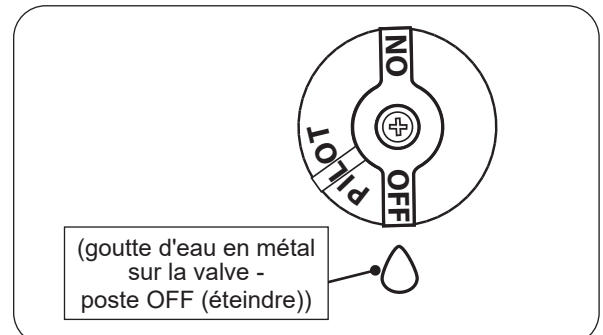

Fig. 55-2 Arrêt du pilote
2. Localisez la vanne sur le côté de l'unité. Pousser le gaz bouton de commande légèrement et tourner dans le sens des aiguilles d'une montre ↻ sur **OFF** (éteindre) (voir Fig. 55-2).
Appuyez légèrement sur le bouton de contrôle et tournez-le dans le sens des aiguilles d'une montre ↻ pour **OFF** (éteindre). Ne force pas. Voir Fig. 55-2.